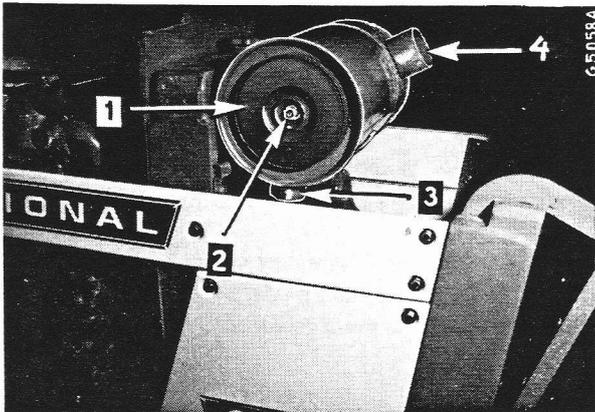

Figure 69 - 1. Élément filtrant - 2. Ecrou - 3. Vide-poussière automatique - 4. Admission d'air.
Il faut effectuer l'entretien de l'élément principal du filtre (1, fig. 69 et 70) lorsque la lampe témoin rouge (G) s'allume.
Toutes les fois que l'on remplace l'élément principal, vérifiez le témoin lumineux de l'indicateur de colmatage situé sur le tableau de bord. Opérez de la façon suivante : Pincez le goulot de prise d'air convenablement, fig. 69. Le contacteur de pression sous vide doit réagir et le témoin lumineux de l'indicateur doit s'allumer. Remplacer les organes défectueux.
Le vide-poussière (3, fig. 69) élimine automatiquement la saleté accumulée dans le filtre à air. Vérifiez le vide-poussière, suivant le tableau d'entretien, pour vous assurer qu'il n'est pas obstrué.